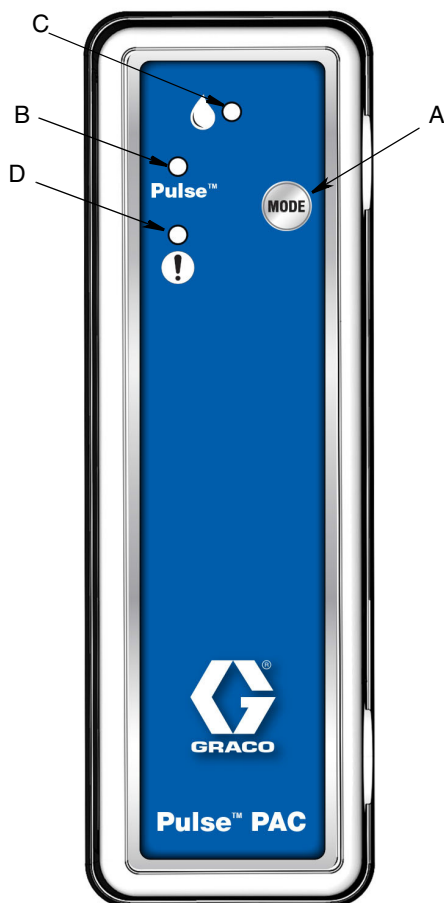

FIG. 13
3. Brancher l'alimentation électrique à la PAC. (Le voyant rouge (D) s'allume.) Attendre 30 secondes. (Le voyant bleu (B) s'allume.) (FIG. 13)
4. Sur la PAC, appuyer sur le bouton Mode (A) et le maintenir pendant 5 secondes (FIG. 13). (Le voyant vert (C) s'allume. Les voyants bleu (B) et rouge (D) s'éteignent.)
5. Appuyer sur le bouton Mode (A) de nouveau et le maintenir enfoncé pendant 5 secondes puis le relâcher (FIG. 13). (Le voyant vert (C) reste allumé. Les voyants bleu (B) et rouge (D) s'allument.)
6. Attendre 5 à 10 secondes. (Le voyant vert (C) s'éteint. Le voyant bleu (B) commence à clignoter. Le voyant rouge (D) reste allumé.)
7. Quand le voyant bleu (B) arrête de clignoter et reste allumé, la séquence d'enregistrement de la PAC est terminée (1 à 3 minutes) (FIG. 13). (Le voyant rouge (D) reste allumé.)
9. Attendre 1 à 3 minutes que le voyant rouge (D) s'éteigne. La PAC est maintenant configurée.
Appuyer sur le bouton MODE (A) et le maintenir enfoncé pendant 5 secondes (FIG. 13) pour sélectionner Pulse ou le mode Travail hors ligne.